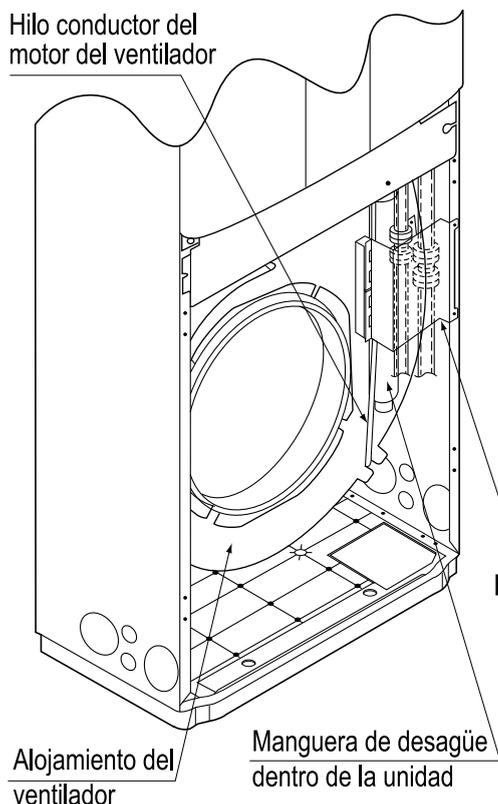

Fig. 12
- Suelte el retenedor del tubo. (Refiérase a la Fig. 12)
- Una vez instaladas las tuberías de refrigerante y de drenaje y realizado el cableado eléctrico, sujete el tubo de refrigerante, la manguera de drenaje de la unidad interior, el cableado que conecta las unidades interior y exterior y el cable de tierra con la placa de fijación de los tubos (**Consulte la Fig. 12**). Al realizar esta operación, la tubería refrigerante que entra en la unidad interior puede entrar en contacto con la rejilla de aspiración de aire. Por tanto, asegúrese de no extender la tubería refrigerante desde la placa de retención de los tubos. (Para la instalación del cableado eléctrico, consulte "8. TRABAJO DEL CABLEADO ELÉCTRICO".)